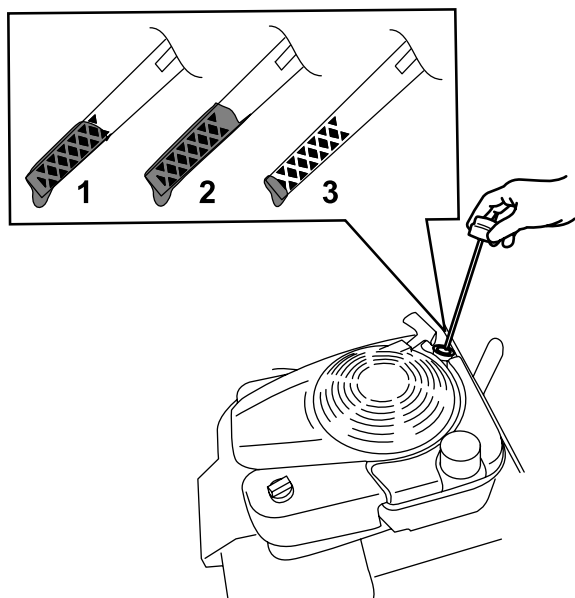

Figura 32
3. Girate il tappo in senso antiorario ed estraete l'asta di livello (Figura 32).
10. Controllate il livello dell'olio sull'asta (Figura 32).